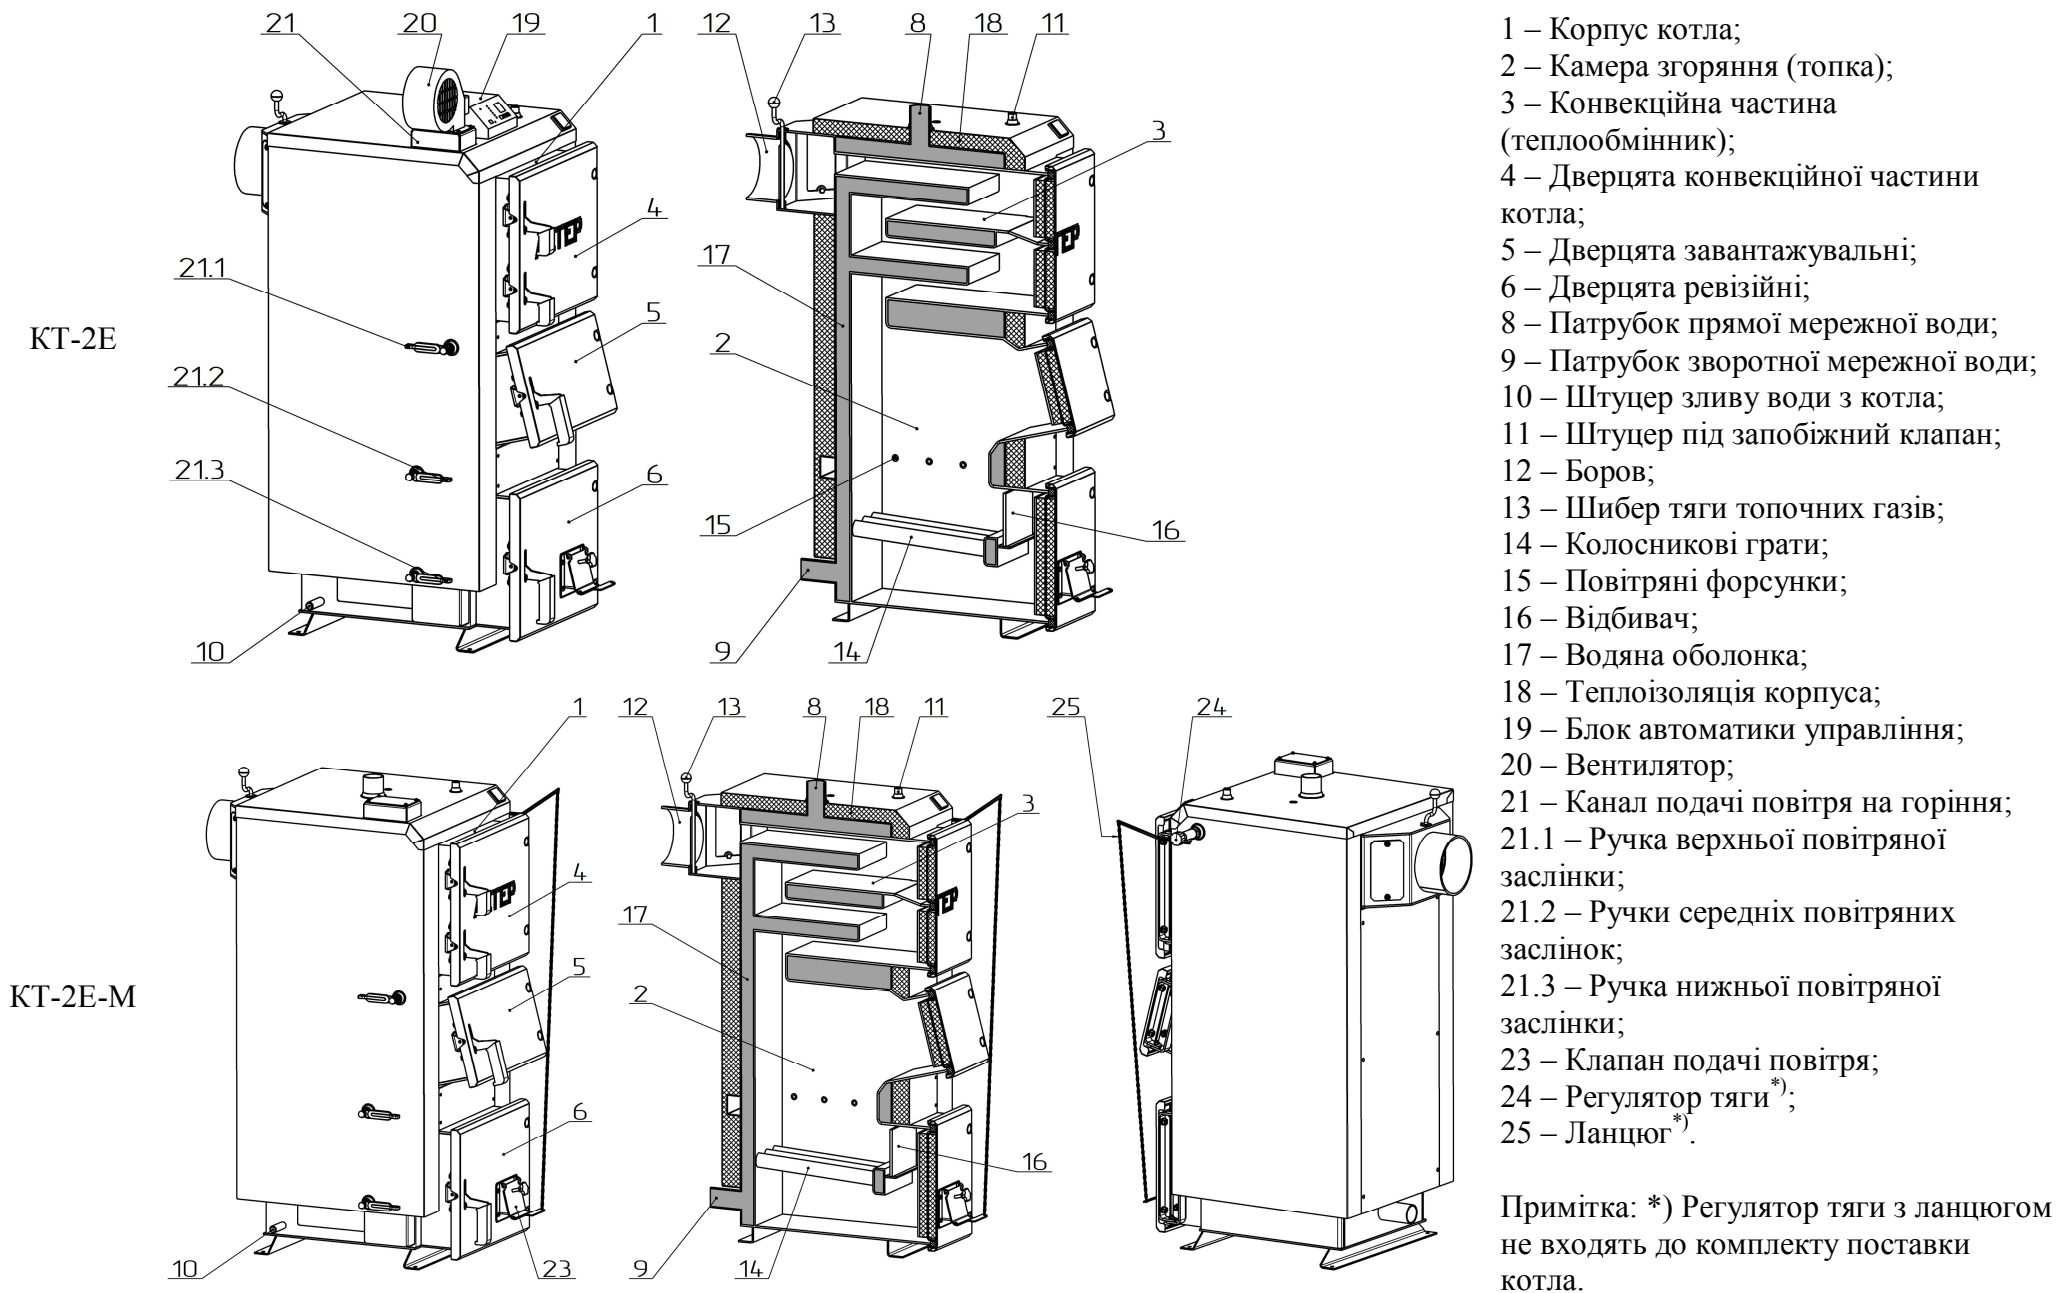

Рисунок 2 – Зовнішній вигляд та основні елементи котла
Конструктивно котел являє собою збірно-зварену конструкцію, що складається з корпусу (поз. 1, рис. 2) з камерою згоряння (топкою) (поз. 2, рис. 2). Над топкою розташована конвекційна частина котла (поз. 3, рис. 2), що являє собою високоефективний чотирьохходовий теплообмінник.
Корпус котла виконаний в формі паралелепіпеду з подвійними стінками, які розділені водними перегородками (поз. 17, рис. 2). На зовнішній поверхні корпусу під декоративною обшивкою закріплена теплова ізоляція. (поз. 18, рис. 2).
Паливо для процесу спалення завантажується на колосникові ґрати (поз. 14, рис. 2) крізь завантажувальні дверцята (поз. 5, рис. 2). Колосникові ґрати виконані з товстостінних безшовних труб по яких постійно циркулює вода з водяної оболонки котла, що унеможливорює їх прогорання.
- у котлі КТ-2Е – по каналу подачі повітря (поз. 21, рис. 2) припливним вентилятором (поз. 20, рис. 2). Кількість повітря, необхідного для процесу згоряння, регулюється автоматично блоком автоматики управління (поз. 19, рис. 2);
- у котлі КТ-2Е-М – крізь вікно клапана подачі повітря (поз. 23, рис. 2), що закривається кришкою під колосникові ґрати. Кількість повітря, необхідного для процесу згоряння, регулюється механічним регулятором тяги (поз. 24, рис. 2), який шляхом натягу або послаблення ланцюга (поз. 25, рис. 2) керує положенням кришки клапана. **Регулятор тяги не входить до комплекту поставки котла.**
Підведення і відведення теплоносія здійснюється відповідно через патрубки зворотної мережної води (поз. 9, рис. 2) і прямої мережної води (поз. 8, рис. 2).
Топочні гази виходять у димохід крізь боров (поз. 12, рис. 2), розташований у задній частині котла. Боров обладнано вбудованим дросельним клапаном продуктів згоряння – шибером (поз. 13, рис. 2). У випадку надто високої тяги у димоході шибер дає можливість її знизити шляхом часткового перекривання вихідного отвору борова.
У верхній частині корпусу котла розташований штуцер для встановлення запобіжного клапана (поз. 11, рис. 2).
На бічній стінці корпусу у нижній її частині розміщено штуцер для зливу води з котла (поз. 10, рис. 2).
- дверцята для періодичного обслуговування (чищення) конвекційної частини котла (поз. 4, рис. 2);
- ревізійний дверцята (поз. 6, рис. 2) для періодичного чищення колосникових ґрат;
- дверцята зольника (поз. 7, рис. 2).